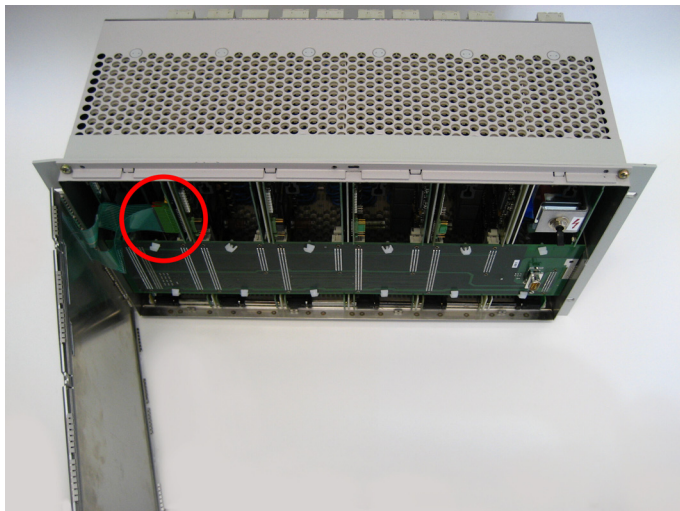

Bild 1-13 Anschluss Flachbandkabel
- ❑ Ziehen Sie die Steckverbinder der beiden Flachbandkabel vorsichtig von der CPU-Baugruppe ab und legen Sie die Frontplatte beiseite (siehe Bild 1-13).